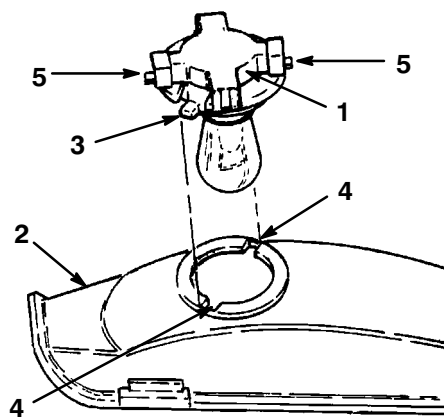

Figure 28
3. Dévissez l'embase d'un quart de tour vers la gauche et déposez-la du réflecteur (Fig. 28).
2. L'embase de l'ampoule présente deux languettes (Fig. 28). Alignez ces languettes et les rainures du réflecteur, insérez l'embase dans le réflecteur et vissez-la à fond d'un quart de tour vers la droite.